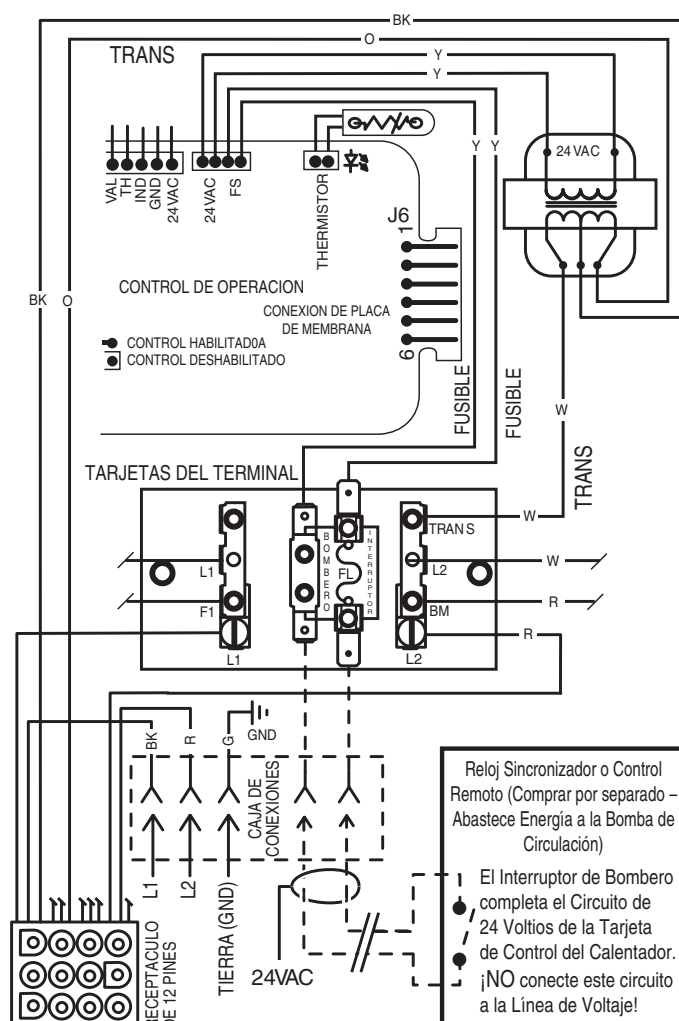

Figura 30.
- Conecte los cables entre los terminales del Interruptor de Bombero en el calentador y el regulador. Conecte los cables del controlador o del sincronizador al Interruptor de Bombero. El controlador, el sincronizador o el regulador deben ser preparados para manejar 24VAC a 0.5 Amp (por que completara el circuito de 24VAC del panel de control en el calentador como se muestra en la **Figura 30**). NO aplique voltaje de línea a los terminales del interruptor de bombero. Use cable calibre 18 con un mínimo de 3/64" (1.2mm) de grosor de aislamiento clasificado para una elevación de temperatura de por lo menos 105° C.
- Conecte los cables entre los terminales del panel de control en el calentador y los reguladores externos, como se muestran en la **Figura 30**. Utilice por lo menos 2 reguladores por calentador para permitir una posición de "APAGADO" en cada modo del calentador. Seleccione reguladores que puedan manejar interrupción de nivel de logística. NO aplique línea de voltaje a los terminales del panel de control.
- Mueva el arrancador (como se muestra en la **Figura 30**) para habilitar el control exterior y deshabilitar los botones "Piscina Encendida" y "Spa Encendido" (la tecla de "Apagado" permanece funcional).